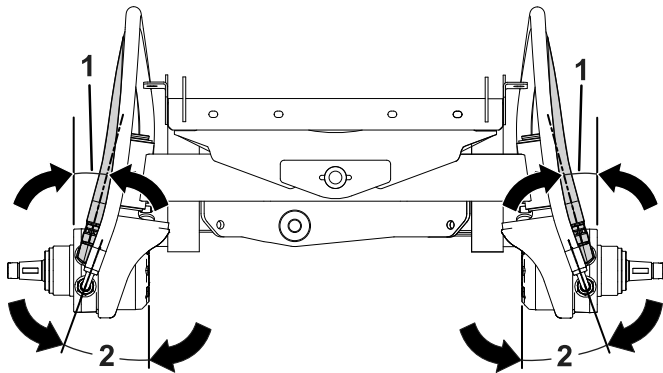

Figure 12
4. Ajustez le raccord coude à 90° à un angle de 15°, comme montré à la Figure 12.
8. Ajustez le coude à 90° du flexible à un angle de 20°, comme montré à la Figure 12.
Remarque: Veillez à conserver les angles indiqués à la Figure 12.